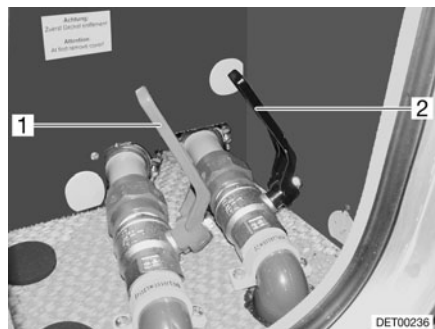

Fig. 195 Robinet de vidange dans le double plancher
Le robinet de vidange (Fig. 195,1) est monté dans le double plancher. Le robinet de vidange est désigné par l'inscription "Wasser" (eau).
- Ouvrir le robinet de vidange (Fig. 195,1). L'eau s'écoule.